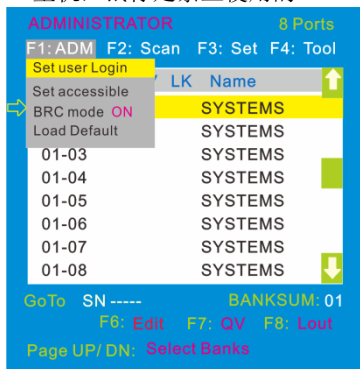

图 4-1.6
- ✧ BRC Mode off- 按【Enter】键，关闭或者打开 BRC 广播模式（图 4-1.6）
【F1】->BRC Mode OFF->按【Enter】键 -->BRC Mode ON (图 4-1.6)